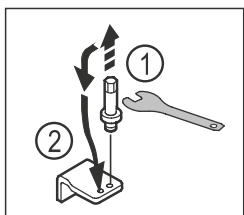

Fig. 21
- Выкрутите болт на нижнем опорном кронштейне при помощи ключа с наружным шестигранником SW5. Fig. 21 (1)
- Установите болт на противоположной стороне. Fig. 21 (2)